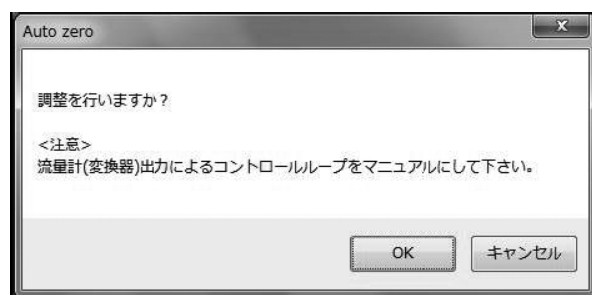

図3-62
- ③ 「OK」 ボタンをクリックします。クリックすると、メッセージボックス（図3-62）が表示されます。